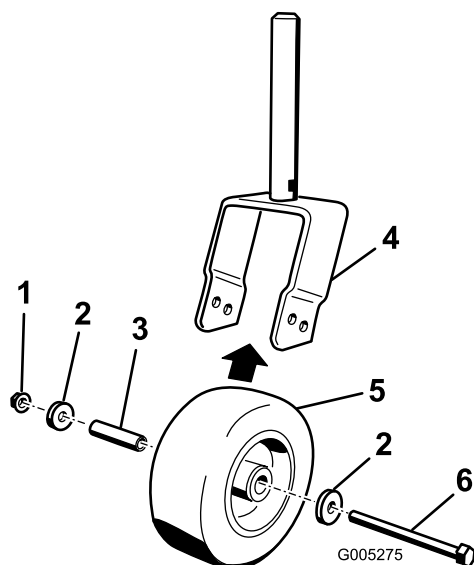

図 18
1. キャスタホイール・アセンブリとワッシャをキャスタフォークに保持しているボルトからロックナットを外す図 18。キャスタホイールをしっかりと握り、ボルトをフォークから抜き取る。ホイール・アセンブリの内部からタイヤスパナを外す。